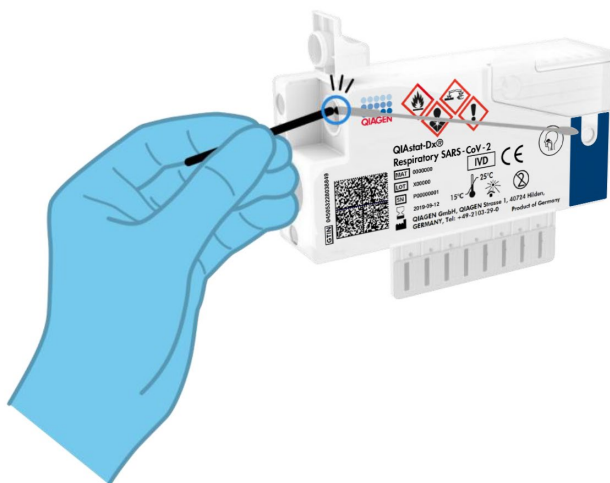

Figure 9. Cassure de la tige de l'écouvillon.
6. Casser la tige de l'écouvillon au niveau du point de cassure en laissant le reste de l'écouvillon dans la cartouche QIAstat-Dx Respiratory SARS-CoV-2 Panel Cartridge (figure 9).